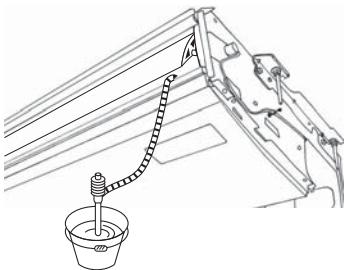

Fig. 5-3
- Fixe o casquinho de junta ⑤ fornecido com a unidade à porta de drenagem na unidade com um adesivo de cloreto de vinilo.
- Aperte a tampa da tomada ⑥ fornecida com a unidade ao casquinho de junta ⑤.
- Fixe a tubagem de drenagem do campo (VP-20) ao casquinho de junta ⑤ com um adesivo de cloreto de vinilo.
- Isole a tampa da tubagem de drenagem ⑦ fornecida com a unidade. (Isolamento da costura)
- ① Recipiente de drenagem
② Tubagem de drenagem
③ Tampa da tomada ⑥
④ Casquinho de junta ⑤
⑤ Tampa da tubagem de drenagem ⑦
⑥ Comprimento de inserção de 37 mm
- Verifique se a drenagem se faz correctamente (Fig. 5-3)